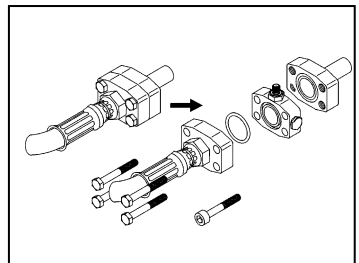

Figure 4
5. Nu kan samlingen igen samles. Brug de længere bolte som er med i sættet. Vær opmærksom på at 0-ringene bliver på deres plads og at retningen på overgangsstykket tillader tilstrækkelig plads til montering af slangen til trykføleren. (fig. 4).